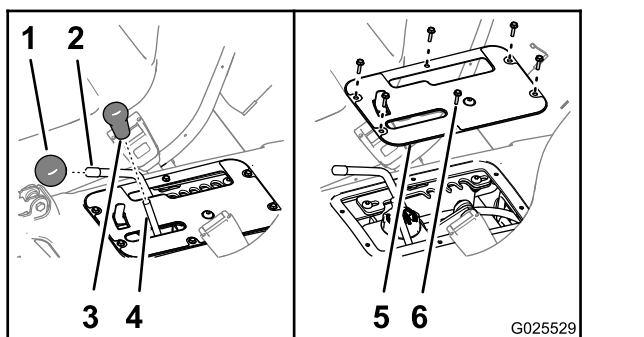

Figure 60
- Enlevez le pommeau du levier de commande hydraulique et du sélecteur de gamme (Figure 60).
- Retirez les 6 vis embase hexagonale qui fixent la plaque de protection de commande à la base du siège, et déposez la plaque de protection (Figure 60).
- Alignez les trous de la plaque de protection sur ceux de la base du siège (Figure 60).
- Fixez la plaque à la base au moyen des 6 vis à embase hexagonale (Figure 60) que vous avez retirées à l'opération 2.
- Vissez les pommeaux sur la tige du levier de commande hydraulique et du sélecteur de gamme (Figure 60).
2. Enlevez le pommeau du levier de commande hydraulique et du sélecteur de gamme (Figure 60).
3. Retirez les 6 vis embase hexagonale qui fixent la plaque de protection de commande à la base du siège, et déposez la plaque de protection (Figure 60).
9. Alignez les trous de la plaque de protection sur ceux de la base du siège (Figure 60).
10. Fixez la plaque à la base au moyen des 6 vis à embase hexagonale (Figure 60) que vous avez retirées à l'opération 3.
11. Vissez les pommeaux sur la tige du levier de commande hydraulique et du sélecteur de gamme (Figure 60).